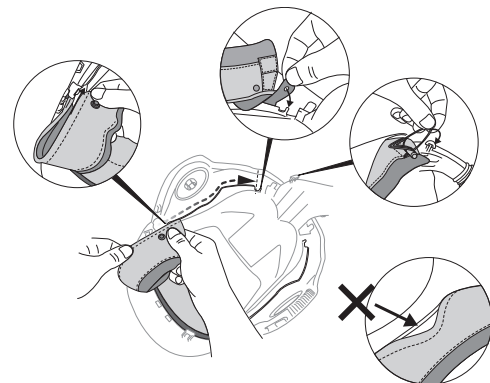

Fig. 13d
- d. Accrocher le tissu sur les tiges de retenue et les boucles de maintien sur les tiges situées de chaque côté du dispositif de retenue du tuyau d'admission d'air. S'assurer qu'il n'y a pas d'espace le long de la membrane d'étanchéité faciale ou des glissières (fig. 13d).